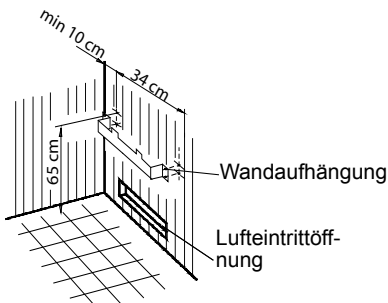

Abb. 3
4. Das Saunaheizgerät mit den Aufnahmeschlitzern der Rückwand in der Wandhalterung einhängen und an den Abstandhalter anlegen (Abb. 3).